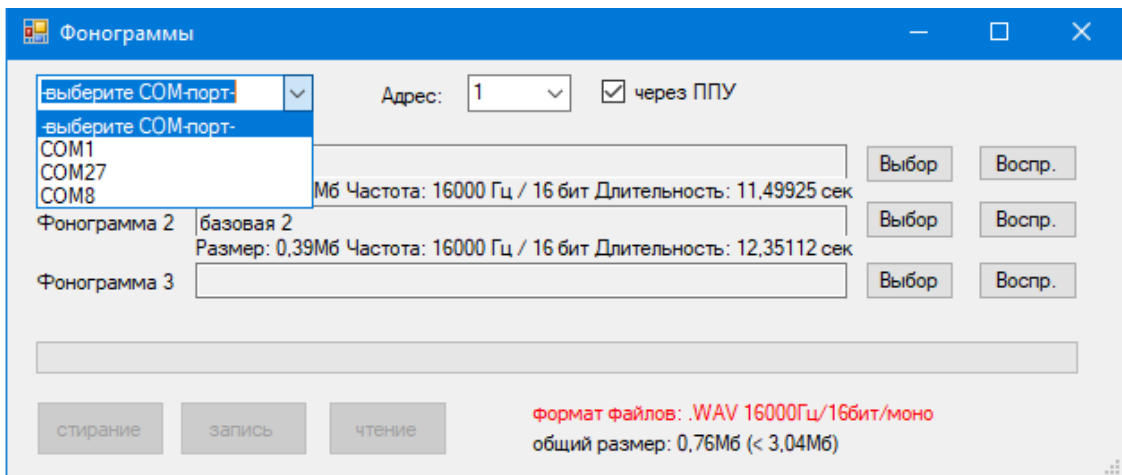

Рис. 23. Скриншот окна вкладки «Фоновграммы»
Кликнув клавишей манипулятора на кнопку «Да», откроется окно «Фонограммы». В строках со значениями «Фонограмма 1», «Фонограмма 2» отображается информация о заводских треках АБКУ (см. рисунок 23). Строка ««Фонограмма 3» будет пустой.
**Внимание!** При этом варианте записи необходимо убрать галочку в поле «через ППУ» во вкладке «Фонограммы» (см. рисунок 23)